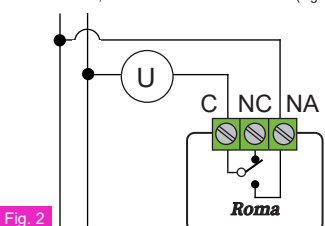

Fig. 2
- 1 - Effettuare il collegamento elettrico a seconda del carico da comandare (Fig.2 / Fig.3).
Collegamento con bruciatore, caldaia murale, impianto di condizionamento, valvola di zona con ritorno a molla (Fig.2):